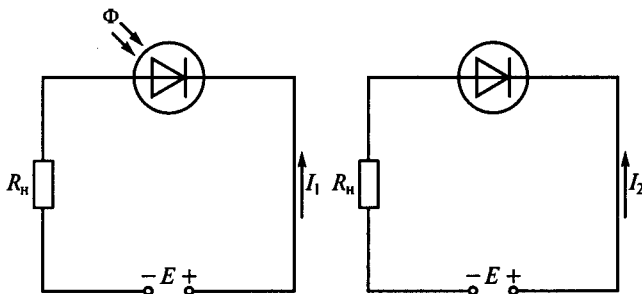

Рис. 189
**7.37.** Каково правильное соотношение между токами  $I_1$  и  $I_2$  в схемах на рис. 189, если фотодиод работает в режиме фотопреобразователя?